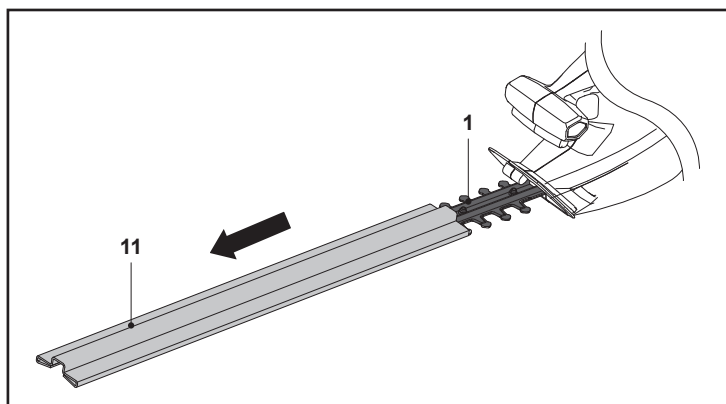

Fig. 1
1. Retire a cobertura da lâmina (11) do dispositivo de corte (lâmina) (1) antes da utilização (Fig. 1).
2. Guarde a cobertura da lâmina (11) em segurança.